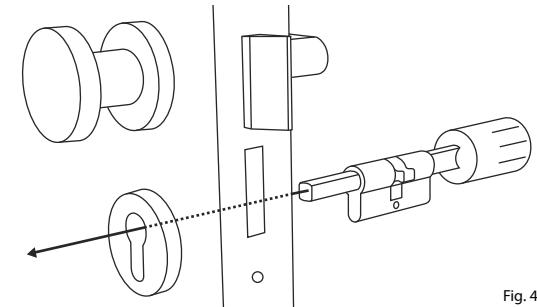

Fig. 4
- ④** Glissez le cylindre depuis la face intérieure de la porte dans la serrure encastrée de la porte (Fig. 4).